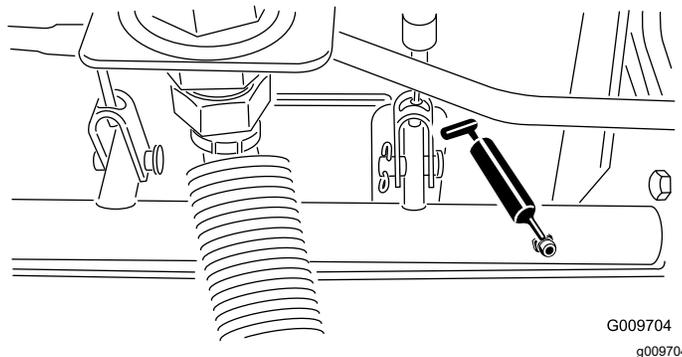

Figura 35
- Cuscinetti orientabili dell'albero del freno (5) come illustrato nella Figura 35